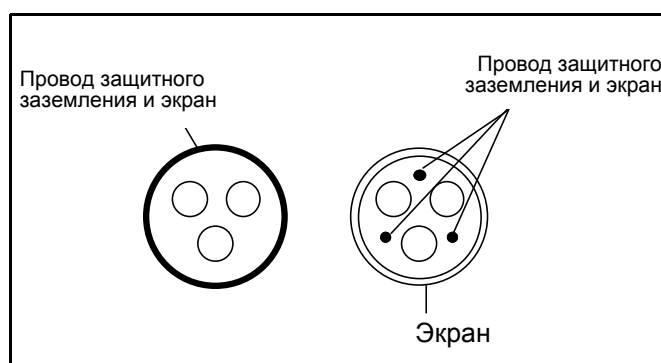

Рисунок 18.
- 2 = симметричный силовой кабель, снабженный концентричной защитной проволокой и предназначенный для определенного напряжения сети. (Рекомендуется кабель МСМК или аналогичный.) См. Рис. 18.
- 3 = симметричный силовой кабель, снабженный плотным низкоомным экраном и предназначенный для определенного напряжения сети. [Рекомендуется кабель МССМК, ЕМСМК или аналогичный; рекомендуемое полное проходное сопротивление кабеля (в диапазоне 1...30 МГц) не более 100 Ом/м.] См. Рис. 18.
- * Круговое (360) заземление экрана с помощью кабельных сальников **со стороны двигателя** необходимо для обеспечения ЭМС уровня С2.